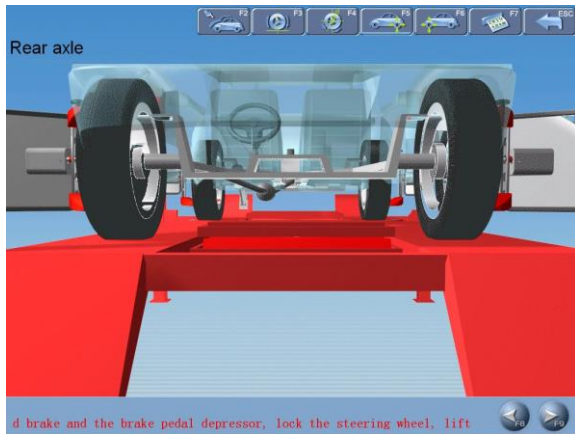

Рис.4.19
3. Теперь можно опустить автомобиль (положение В1). Отрегулируйте переднее схождение колес в соответствии со стандартными значениями (см. рис.4.19). Установите автомобиль со специальными приспособлениями в соответствии с указаниями на экране. Нажмите кнопку [Далее], на экране отображается окно, как показано на рис.4.23.